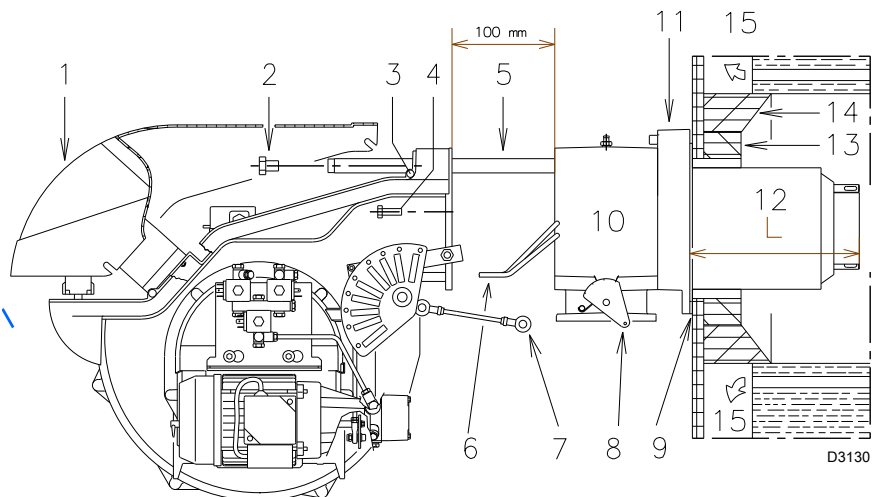
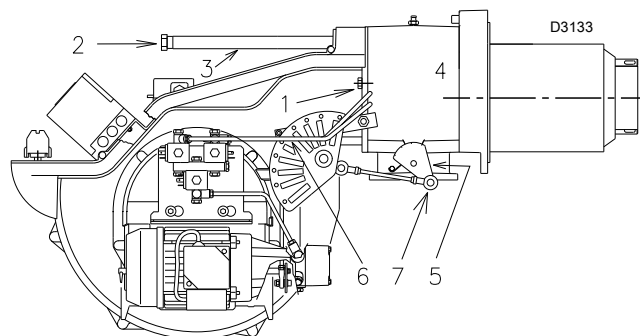

图 14
图 19
对于带前烟道 15)(图 14) 或中心回焰式炉膛的锅炉, 必须在锅炉炉补 14) 和烟道 12) 间插入炉补材料 13) 进行保护。
对于带水冷却前板的锅炉, 则不需要耐火材料制成的炉补 13)-14)(图 14), 除非锅炉制造商另有要求。
将燃烧头与燃烧器的其余部分分开，见图 14：
- 断开探针和电极电缆，然后沿滑杆将燃烧器完全旋出。将法兰 11) (图 14) 固定到锅炉钢板上，插入燃烧器随附的隔热垫 9) (图 14)。用防锁产品保护螺纹后，使用随附的 4 个螺丝固定。
将燃烧器重新安装在导轨 3) (图 19) 上，距离管接头 4) (图 19) 约 100 mm；如图 14 所示位置。
插入电极电缆，然后将燃烧器滑到离管接头最远处，燃烧器位置如图 19 所示。
将螺丝 2) 重新装到滑杆 3) (图 19) 上。
用螺丝 1) (图 19) 将燃烧器固定在管接头上。
连接轻油管，拧紧两个接头 6) (图 14)；
将铰链 7) 重新与刻度盘 5) (图 19) 连接。